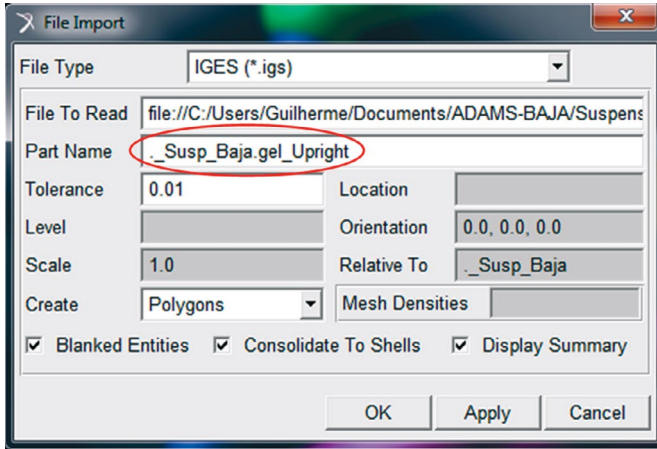

Figura 6.8 – *General Part* selecionado.
A caixa de diálogo *File Import* resultante está mostrada na Figura 6.8.
- Ainda com relação à Figura 6.8, mantenha o campo *Tolerance* com o valor 0.01 e *Scale* com o valor 1.0. Estes são valores padrões (*default*) do programa.
A notar: Os campos *Location* e *Orientation* da Figura 6.8 são complementados com a informação contida no campo *Relative To*. Dessa maneira, a geometria a ser importada terá sua localização e orientação definidas por seu referencial em relação ao referencial global utilizado no modelo multicorpos. Sendo assim, se a localização é definida como 0,0,0, então o referencial da geometria, quando importada, coincidirá com o referencial global do modelo multicorpos da suspensão.